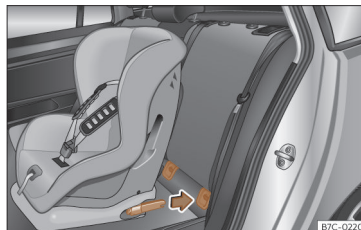

Fig. 26 Bancos traseiros: colocação da cadeira de criança com sistema ISOFIX.
- Engate a cadeira de criança nas argolas de retenção «ISOFIX/i-Size» até se ouvir o seu encaixe»» **Fig. 26**. Se a cadeira de criança dispuser de fixação Top Tether, encaixe-a no respetivo anel»» **Página 40**. Siga as instruções do fabricante da cadeira de criança.